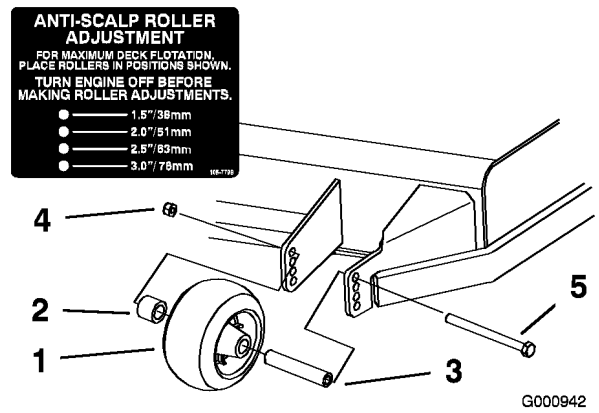
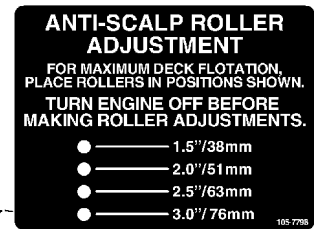

Figure 20
Figure 21
3. Après avoir réglé la hauteur de coupe, réglez les galets en retirant l'écrou à collerette, la bague, l'entretoise et le boulon (Figure 20, Figure 21 et Figure 50).
Remarque: Les deux galets centraux ne sont pas munis d'entretoise (Figure 21).
5. Posez l'écrou à collerette, la bague, l'entretoise et le boulon. Serrez à 54-61 Nm (Figure 20, Figure 21 et Figure 50).